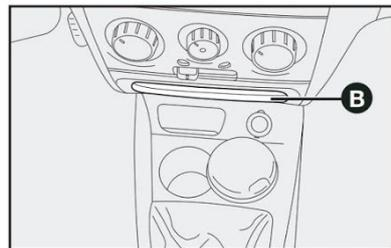

fig. 80
- na parte central do painel **B**-fig. 80;